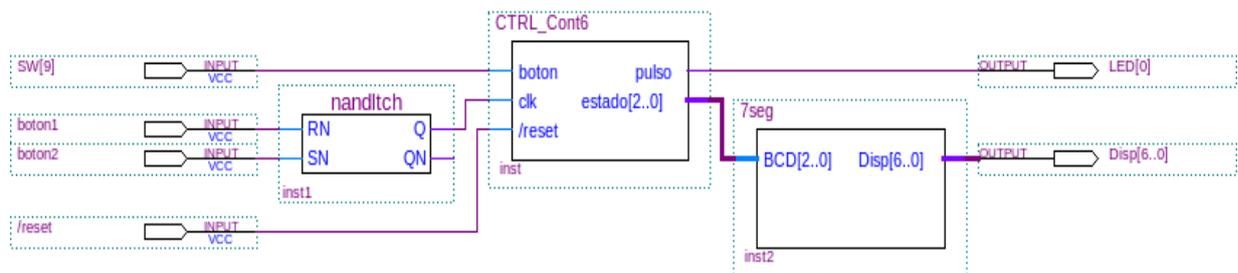

Figura 4. Circuito de prueba parte c)
- Generar un proyecto en el **Quartus** con el circuito de la figura 4 donde la entrada **/reset** se conectará al switch 0, la entrada **SW[9]** al switch 9, las entradas **boton1** y **boton2** a los pulsadores 1 y 2 respectivamente, y la salida **LED[0]** al led 0. Analizar el circuito, programar la placa y verificar el funcionamiento. Se deberá probar todos los casos posibles.
- Breve explicación de cómo será probado el circuito de la figura 4 y qué deberá observarse en la placa DE0.